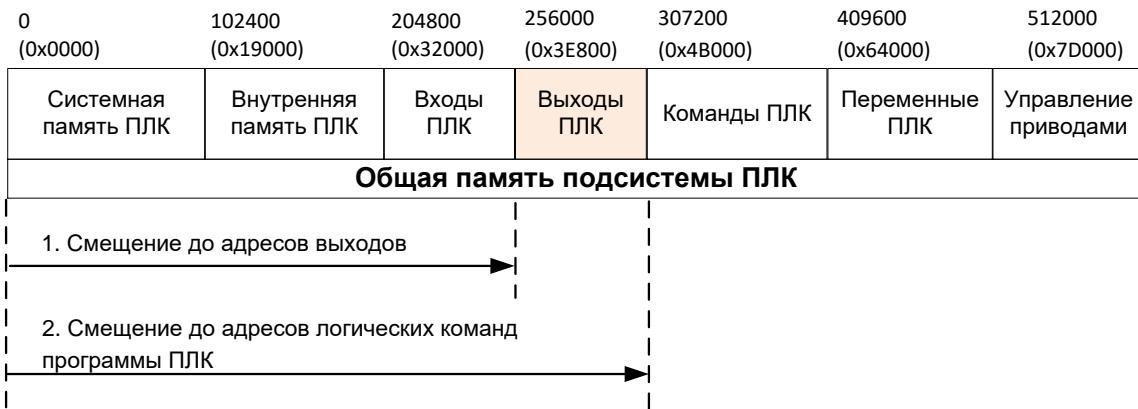
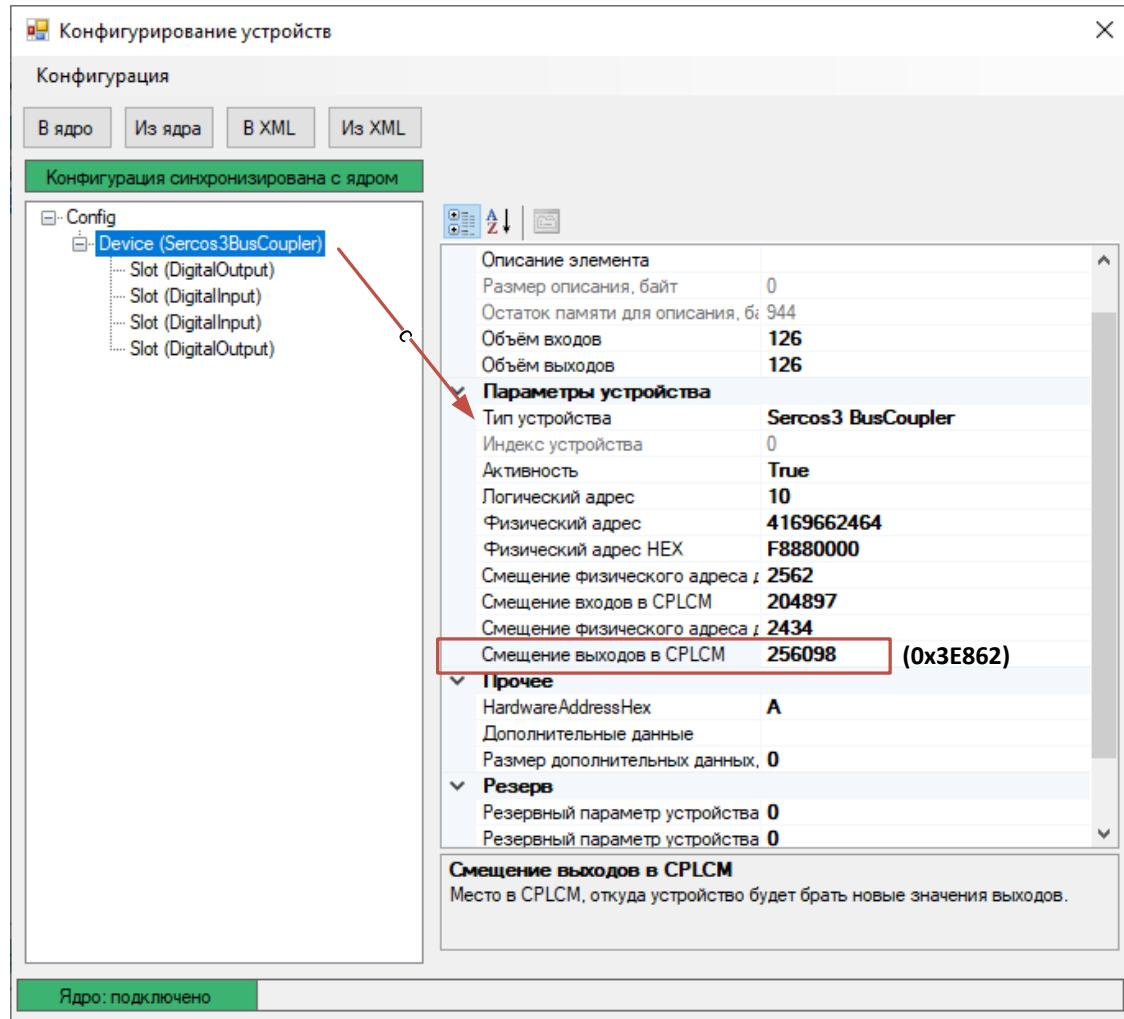

Рисунок 56 – Возможные значения параметра «Смещение выходов» в машинных параметрах канала для адресации выходов команд G110 и G111
Рисунок 58 – Параметр «Смещение выходов в CPLCM» в настройках устройства удаленного ввода-вывода по шине SERCOS III в редакторе программ ПЛК
Если необходимо, чтобы выходные сигналы от программы ЧПУ напрямую (без участия ПЛК) задавали значения аппаратных дискретных выходов ПЛК, нужно задать смещение в машинных параметрах до раздела выходов ПЛК (например, по умолчанию 0x3E800, как показано на Рисунок 54 выше, или в соответствии с настройками адресов модулей выходов в конфигурации устройств ПЛК, см. Рисунок 58) в СРМ.
1. Исходя из настроек модулей ввода-вывода ПЛК (Рисунок 56 и Рисунок 58). Тогда управляющая программа ЧПУ в данном канале будет иметь возможность напрямую включать и выключать аппаратные дискретные выходы устройств удаленного ввода/вывода. Значения параметров «Смещение выходов» для каждого канала должны находиться в пределах области СРМ «Выходы ПЛК» (Рисунок 54).
2. В соответствии с программой ПЛК (Рисунок 56) устанавливается смещение до области памяти в СРМ, из которой программа ПЛК будет получать сигналы от управляющей программы ЧПУ для дальнейшей обработки. Тогда, например, включение выхода может быть дополнительно обусловлено логикой для предотвращения коллизий в управлении станочным оборудованием (таких, как одновременное включение выходов, включающих прямое и обратное движение шнеков, или включения СОЖ при отсутствии давления в гидросистеме).